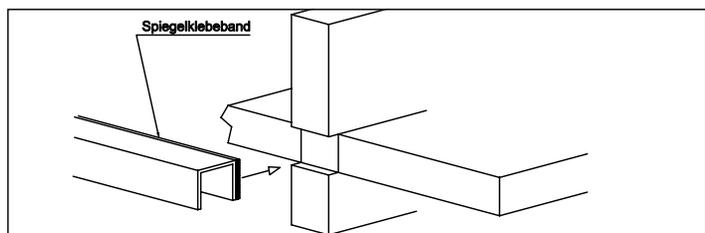

Bild 33
2. Führungsschiene auf den Konstruktionsboden kleben (Bild 33).
8. Bei dem Innensystem ALULINE können die Seiten nicht ausgeklinkt werden. Hier sind die Böden, an denen die Führungsschiene geklebt wird, in Seitentiefe gefertigt und haben eine PVC-Kante. Die Böden werden bei Montage rechts und links etwas ausgeklinkt, damit er zwischen den Aluprofilen der Seiten passt (Bild 33).